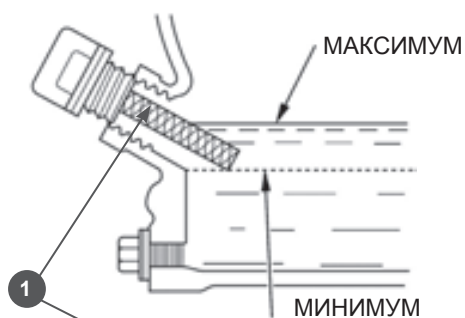

Рис.4
3. Извлеките щуп(1) Рис.4 и протрите его чистой тряпкой. Установите его, не закручивая, в маслоналивную горловину.